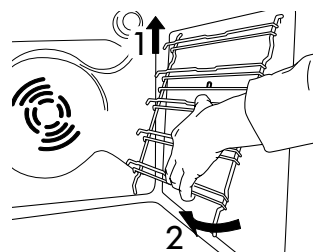

Рис. 3
1. Для снятия решеток поднимите (1) и поверните их (2), как показано на рис. 3.